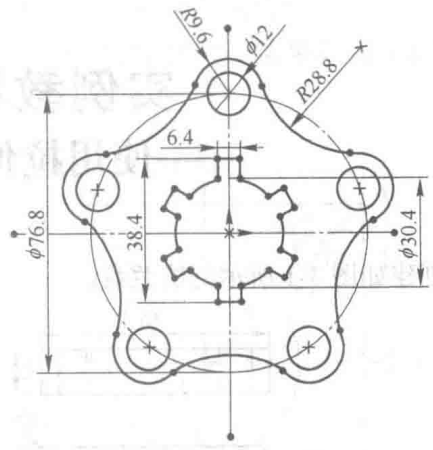

图 2-8 草图 2
(8) 单击草图栏上的“剪裁实体”按钮 ，系统弹出“剪裁”属性管理器。选择“剪裁到最近端”  选项，将直线与 $\phi 30.4$ 圆之间的圆弧依次剪裁掉，单击“关闭对话框”按钮  完成实体剪裁操作，完成如图 2-8 所示的草图 2。